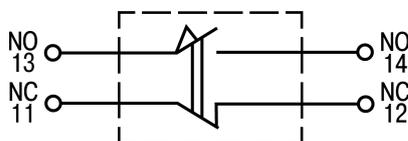

Рисунок 5.2 – Схема подключения
3. Подключить провода к контактной группе (см. рисунок 5.2).